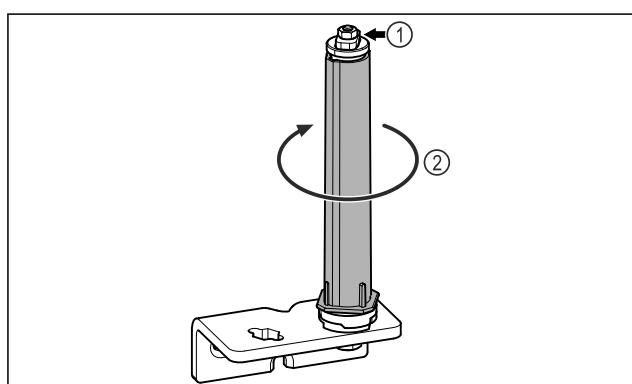

Fig. 21
- Μην αποσυναρμολογείτε το σύστημα κλεισμάτος πόρτας Fig. 21 (1).
- Περιστρέψτε το σύστημα κλεισμάτος Fig. 21 (2), μέχρι να κάνει κλικ.